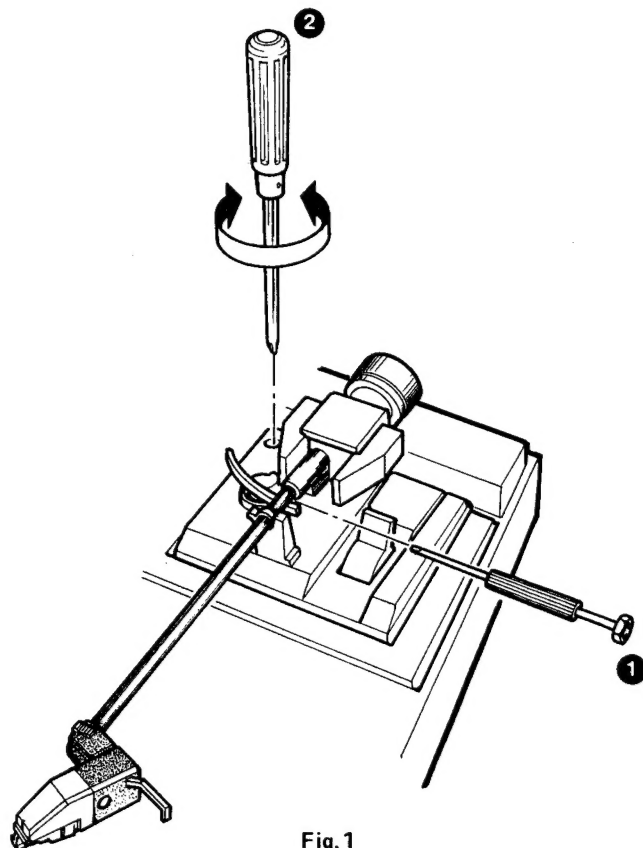

Fig. 1
- (1) Set a screwdriver as shown Fig. 1. Turn it counter-clockwise to shift the auto-return position outward, and vice versa. ②
- (2) When using test record (W05-0036-00), perform the following.
- (1) Placer le tournevis de la manière indiquée Fig. 1. La tourner vers la gauche (sage de la horloge de jeton) afin de centrer la position de retour automatique vers le dehors et vice-versa. ②
- (2) Lorsqu'on utilise le disque d'essai (W05-0036-00) procéder de la façon suivante.
- (1) Einen Schraubendreher wie Fig. 1 gezeigt einsetzen. Diesen nach links (Weisen der Uhr spielmarkes) drehen, um die Position der Rückführautomatik nach äußere zu verschieben, und umgekehrt ②
- (2) Bei Verwendung der Testplatte (W05-0036-00) wie folgt verfahren.